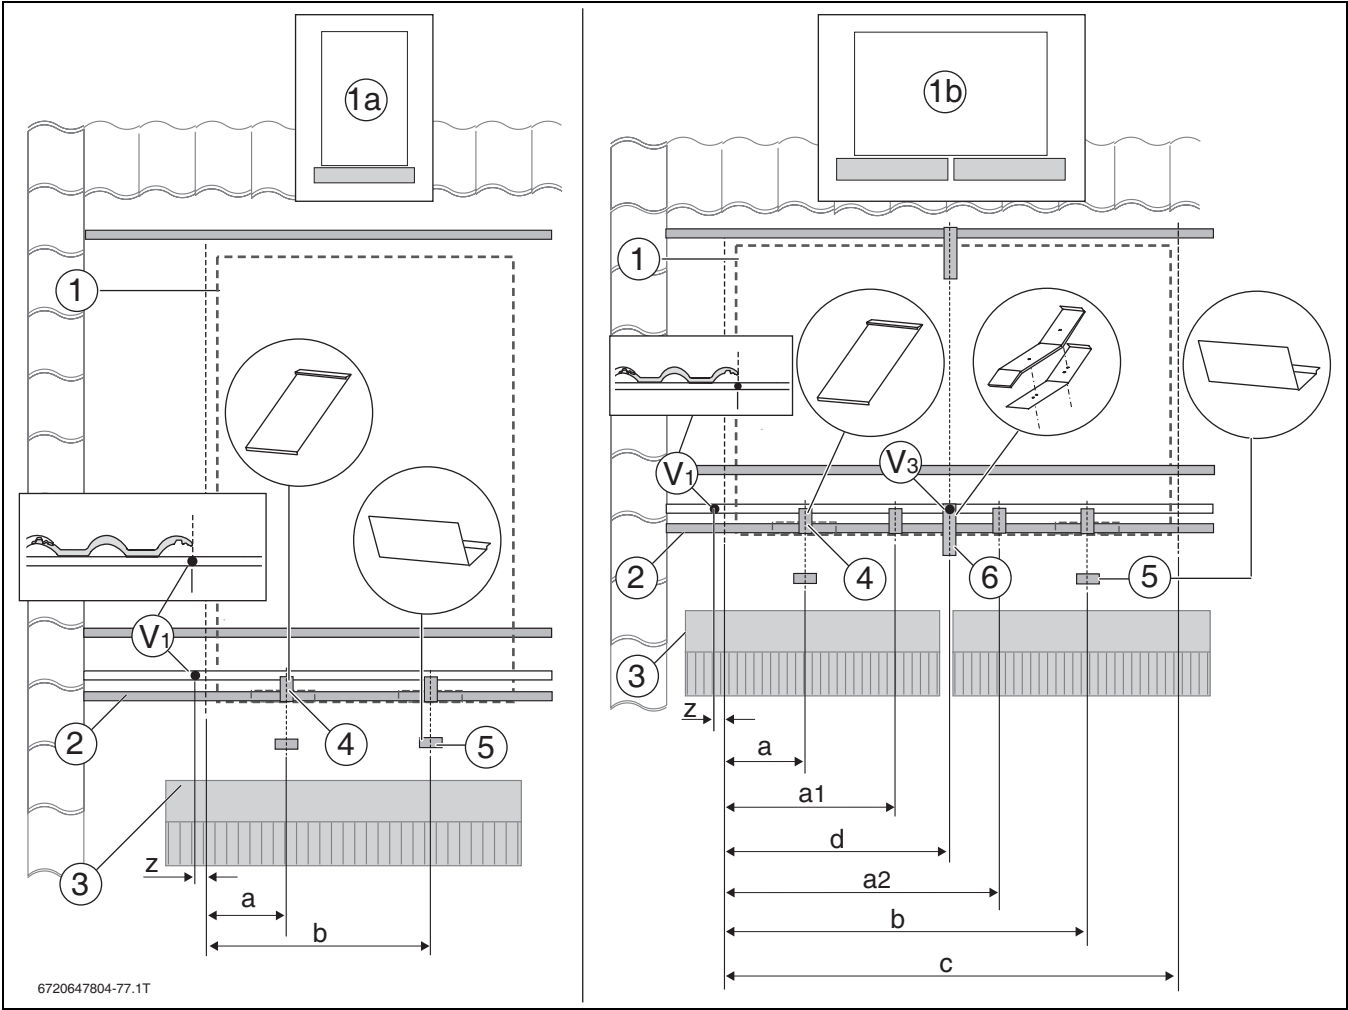

Bild 42 Montagemaße für Single-Kollektoren
- **Single-Kollektoren, senkrecht:** Maße a, b (→ Bild 42 und Tabelle 23, Seite 33)
- **Single-Kollektoren, waagerecht:** Maße a, a1, a2, b, c, d (→ Bild 42 und Tabelle 23, Seite 33)